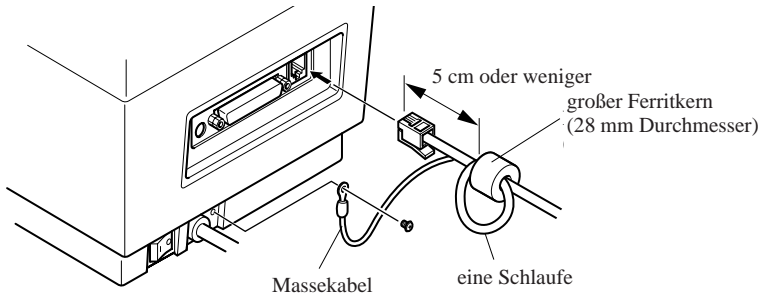

Abb. 3-5
- Klemmen Sie den großen Ferritkern auf das Kabel für die Peripheriegeräte. Gehen Sie dabei genauso vor wie oben beim Schnittstellenkabel beschrieben. Bei diesem Ferritkern allerdings müssen Sie das Kabel in einer Schlaufe laufen lassen, wie in Abbildung 3-5 gezeigt.